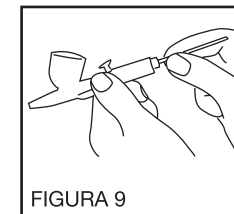

FIGURA 9
5. Cuando vuelva a colocar la aguja, coloque el dedo índice para guiarla por el conducto y evitar que sufra algún daño. Ver Figura 9